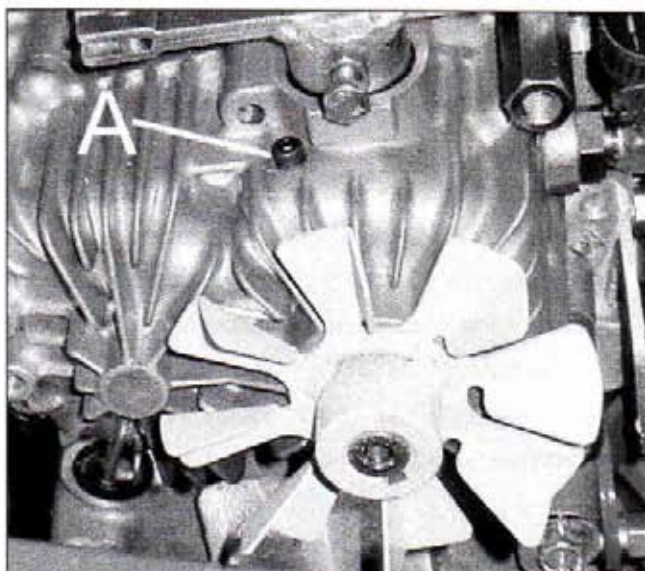

Figure 14
- Dévissez complètement la vis de purge du bloc (figure 14, repère A).